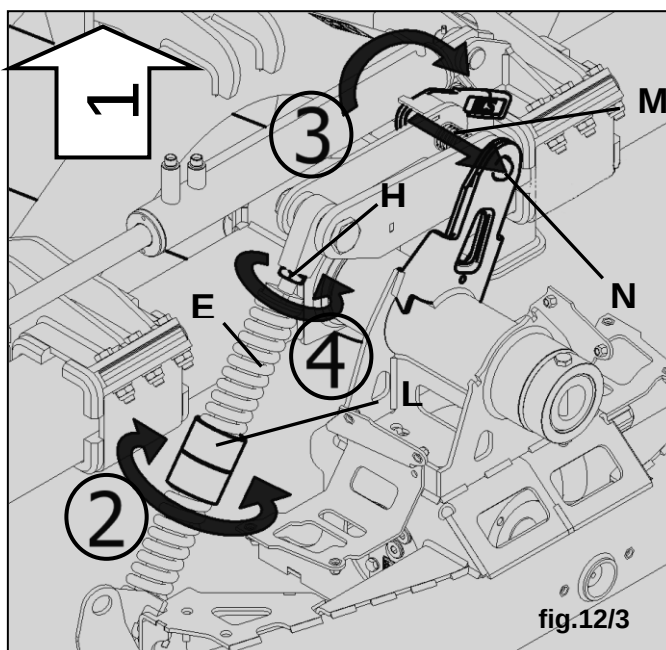

fig.12/3
12. MONTAGE 3-PUNKT-ANGRIFF**12.1 Montage von Rahmen (Abb.12/1)**
12.2 Montage der elastischen Zugstange (Abb.12/2)